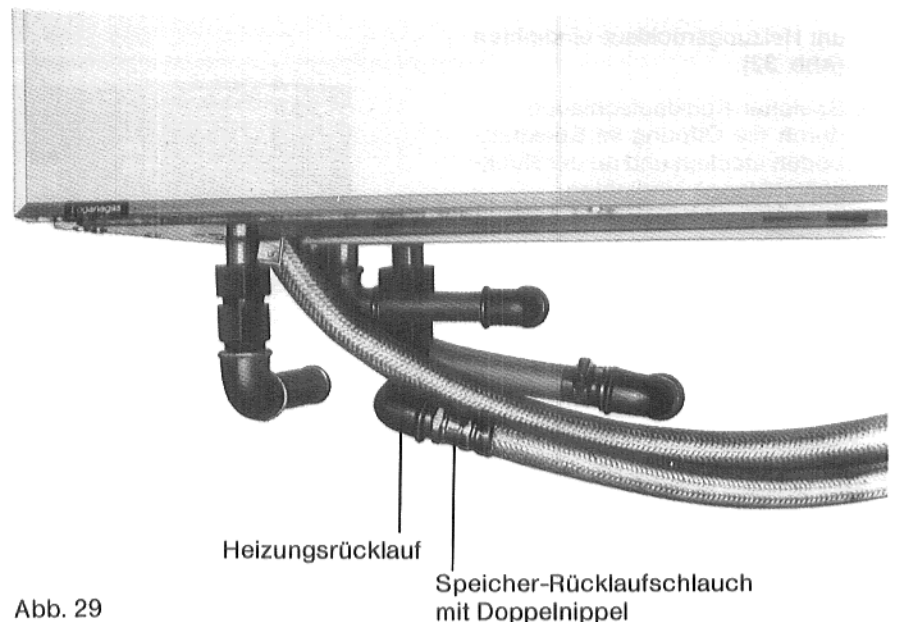

Abb. 29
15. Speicher-Rücklaufschlauch mit dem Doppelnippel in den Winkel am Heizungsrücklauf eindichten (Abb. 29).